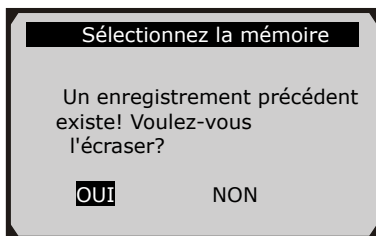

Figure 5.23
- Si vous sélectionnez un emplacement marqué d'une icône astérisque (*), un message invitant à écraser le vieil enregistrement s'affiche.(Figure 5.23)